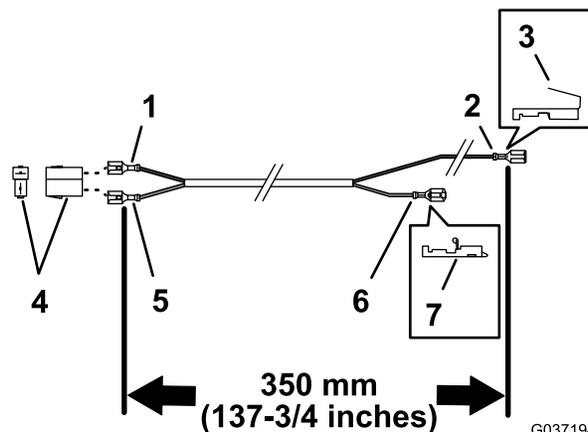

**Figura 24**
- Na parte de trás do banco, localize o conector de dois pinos do interruptor do banco (fios amarelo e cinzento) e ligue-o ao conector de duas tomadas da cablagem do relé (fios branco e preto) como se mostra na Figura 24.
3. Ligue o conector de duas lâminas da suspensão pneumática ao conector de duas tomadas (fios preto e vermelho) da cablagem do kit de 350 cm; consulte a Figura 24 em Ligação do relé e da cablagem \(Modelo 02750\) (página 9).